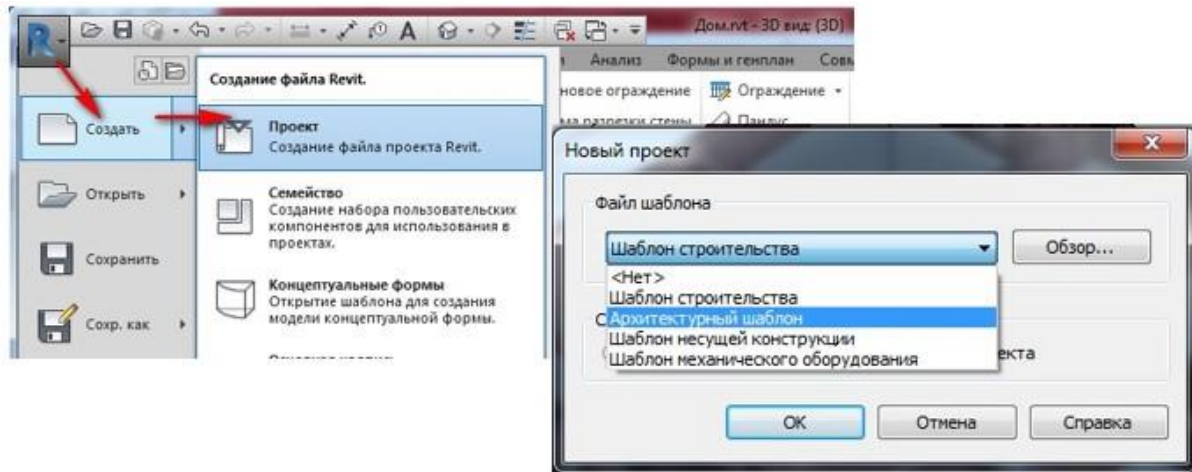

Рис. 2.1. Відкриття початкового файлу шаблону *Архітектурний*
- обрати у вікні *Новий проєкт* з початковими файлами шаблону – *Архітектурний шаблон*, рис. 2.1.